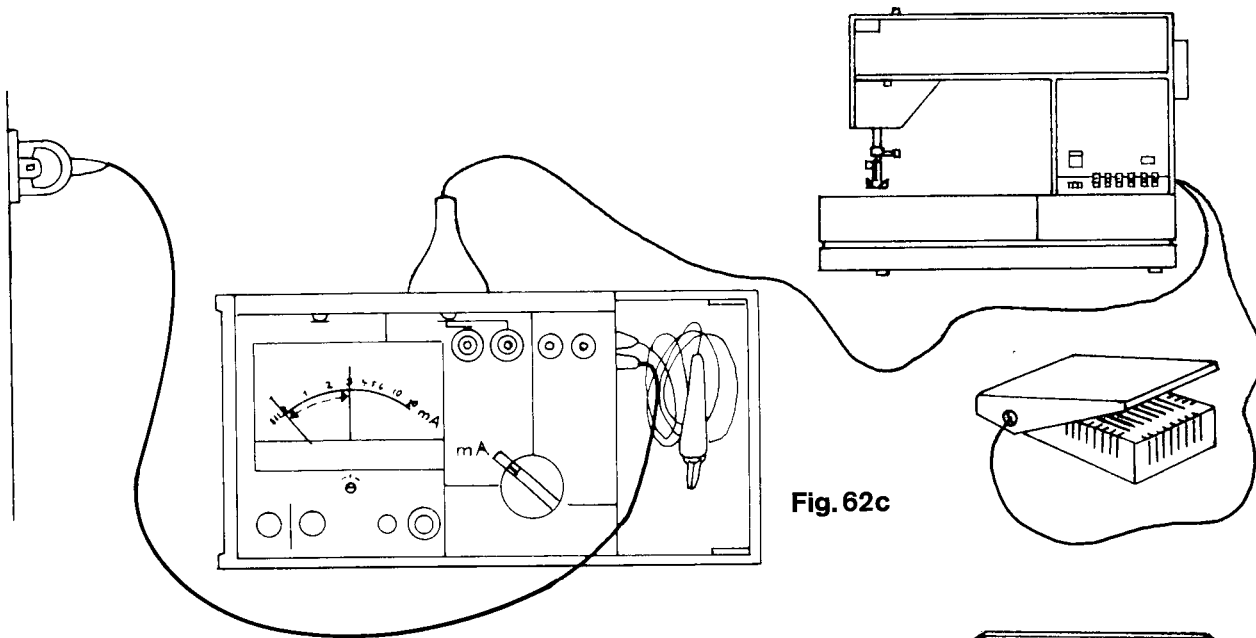

Fig. 62c
- Umschalter auf mA stellen (Skala III). (siehe Abb. 62c).
- Turn the switch to mA (Scale III). (Fig. 62c).
- Régler le commutateur sur mA (échelle III, fig. 62c).